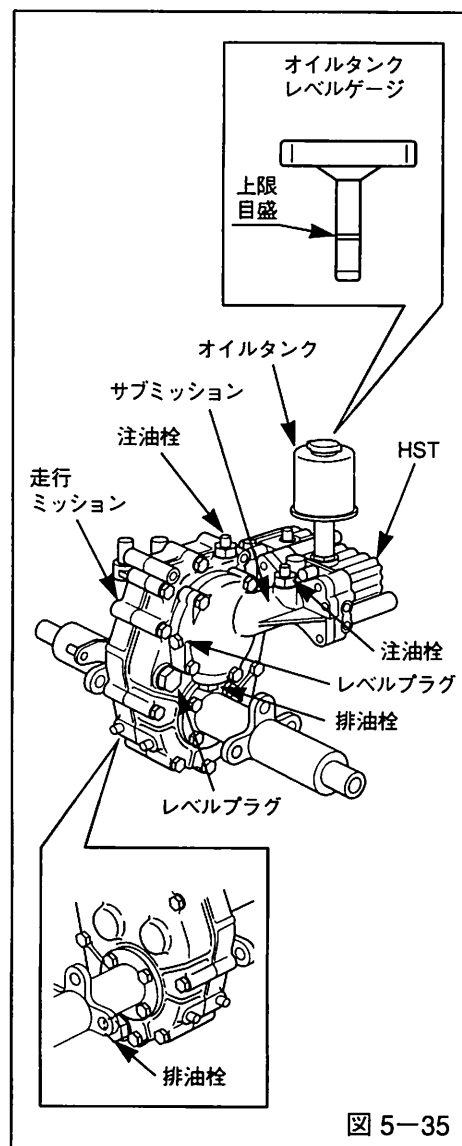

図 5-35
- 走行ミッション、及びサブ走行ミッションのオイル（ギヤオイル使用：SAE#90）は、年一回（毎年、雪の降る前に）必ず交換してください。（図5-35参照）